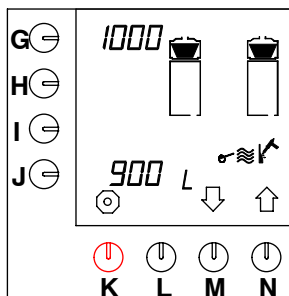

Fig. 18 Contador de descalcificación del sistema de preparación de café
- El contador de descalcificación aparece en el display, vea fig. 18 .